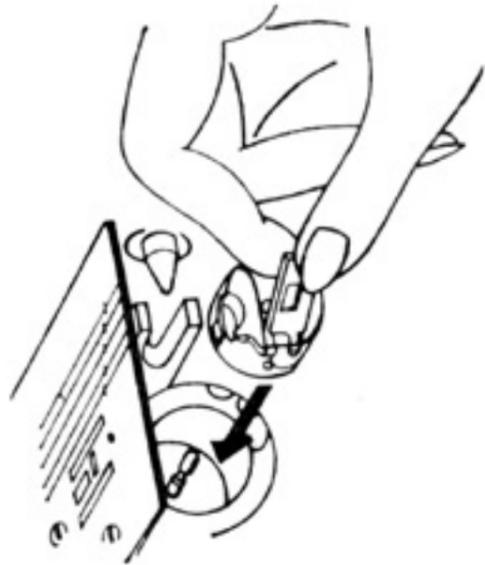

Рис. 14
**13. Установка шпульного колпачка (рис. 14)**